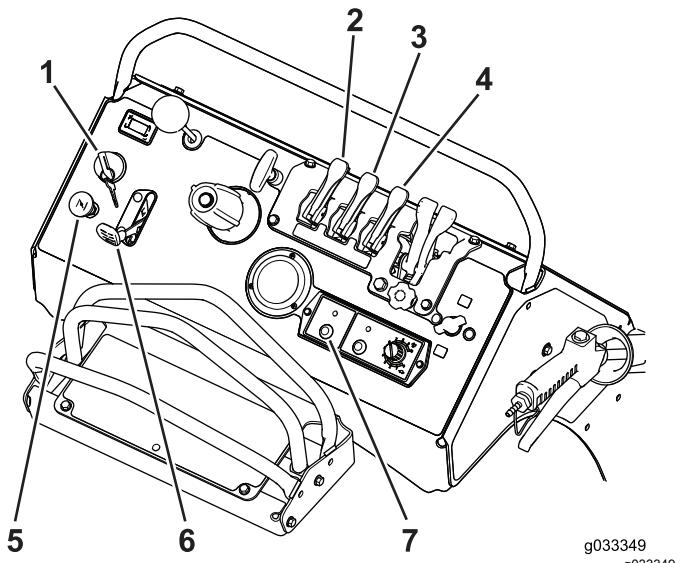

Figura 52
4. Ponga el interruptor de la bomba de fumigación en la posición de ENCENDIDO y ponga el acelerador en la posición de RÁPIDO (Figura 52).
5. Mueva la palanca de agitación del depósito a la posición de ACTIVADO (Figura 52).
1. Tire hacia atrás de las dos palancas de patrón de fumigación ancho y estrecho, hasta la posición de ACTIVADO (Figura 52).
3. Ponga el freno de estacionamiento, mueva la palanca de control de la dirección/control de movimiento a la posición de PUNTO MUERTO, y arranque el motor (Figura 52); consulte Cómo arrancar el motor (página 24).
- Mueva las palancas de los patrones de fumigación a la posición de DESACTIVADO, ponga el interruptor de la bomba de fumigación en la posición de DESACTIVADO y pare el motor (Figura 52).